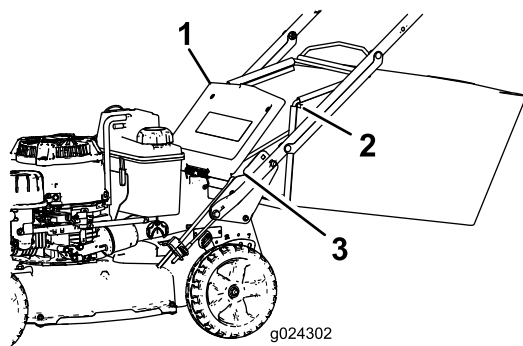

図 20
2. 後部ドアを上を開いてその位置に保持する  図 20。
4. バッグのロッドの端部をハンドルのベースのノッチに入れ、バッグを前後にゆすってバッグのロッドの端部をノッチの一番下まで落とす 図 20。
3. ハンドルのベース部のノッチから、バッグのロッドを取り外す 図 20。